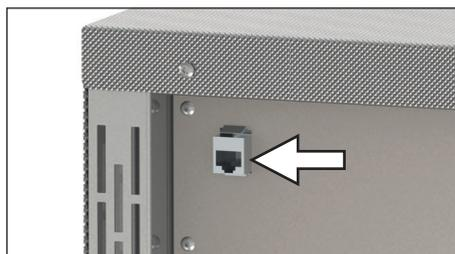
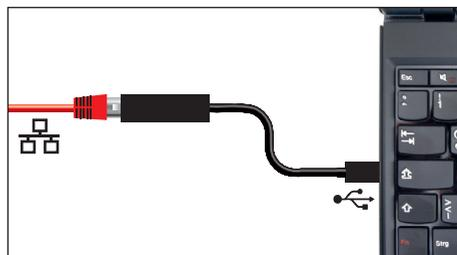

Fig. 4 Interfaccia Ethernet
Fig. 7 Convertitore Ethernet USB
L'interfaccia Ethernet è prevista per apparecchi conformi ai requisiti della norma IEC 60950-1. L'interfaccia Ethernet consente di collegare l'apparecchio in rete e di leggere i protocolli con l'ausilio del software AtmoCONTROL disponibile su richiesta. L'interfaccia Ethernet si trova sulla parte posteriore dell'apparecchio (Fig. 4).
- ▶ Convertitore Ethernet USB (Fig. 7). In questo modo è possibile collegare il cavo di rete dell'apparecchio (v. pag. Fig. 4) alla porta USB di un PC/portatile.